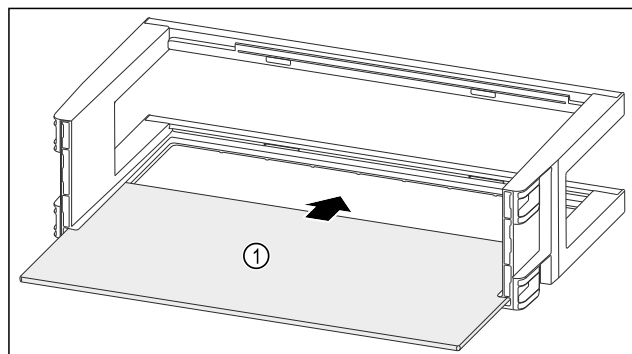

Fig. 170
- ▶ Umetnite policu Fig. 170 (1) u bočna udubljenja.